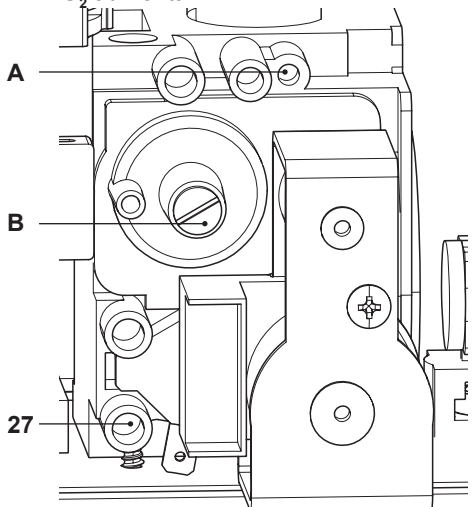

Figura 7.8
- A caldaia spenta (fuori servizio), controllare la pressione di alimentazione utilizzando la presa 27 in Figura 7.8 e confrontare il valore letto con quelli riportati nella tabella Pressioni di alimentazione gas nella sezione "Dati tecnici M275V.2024 SM" a pag. 24, "Dati tecnici M275V.2428 SM" pag. 28 e "Dati tecnici M275V.2832 SM" pag. 32.
- Richiudere bene la presa di pressione 27 in Figura 7.8.
- Per tarare il  $\text{CO}_2$  della caldaia (pressione del gas al bruciatore) svitare completamente il tappo in ottone di protezione **B** e agire sulla vite a brugola  $\varnothing 4$  mm sottostante Figura 7.8, girando in senso orario il  $\text{CO}_2$  aumenta.
- Se i due dati non coincidono agire sulla vite regolazione massimo RQ (**A** in Figura 7.8) della valvola gas e tarare il **CO2** allo stesso valore riportato nella sezione "Dati tecnici M275V.2024 SM" a pag. 24, "Dati tecnici M275V.2428 SM" pag. 28 e "Dati tecnici M275V.2832 SM" pag. 32. Girando in senso orario il **CO2** diminuisce.